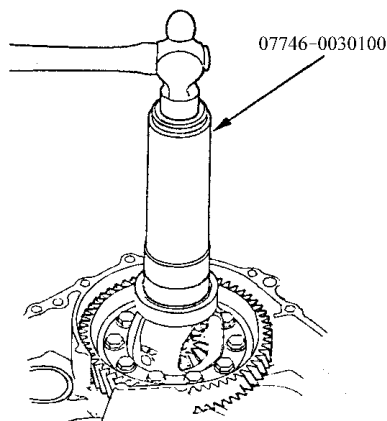

图 5-152 将变速器总成安装
2) 如图 5-152 所示，借助专用工具，将差速器总成安装到变速器壳体上，然后，将差速器打入壳体内。